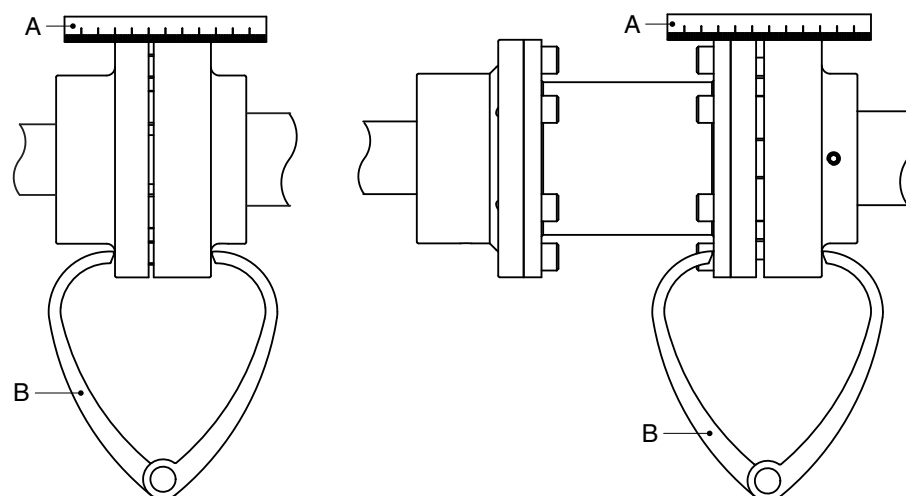

Рисунок 8. Совмещение муфты при помощи линейки и пары кронциркулей
- 1 Поместите линейку (A) на муфту. Вставьте или снимите столько медных шайб, сколько необходимо, чтобы установить электродвигатель на нужную высоту таким образом, чтобы прямая кромка касалась обеих полумуфт по всей длине, см. рисунок 8.
- 3 Еще раз проверьте совмещение при помощи пары кронциркулей (B) в двух диаметрально противоположных точках п бокам полумуфт, см. рисунок 8.